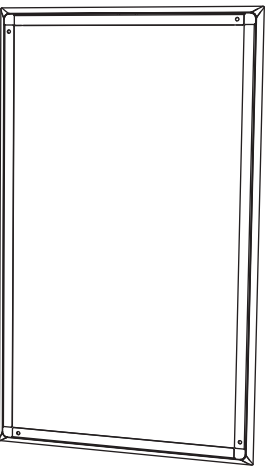

Fig. 3. Máscara de pintura instalada
2. Pressione a máscara de pintura na frente da moldura, onde será mantida no lugar por meio de ímãs. Esta máscara é deixada no lugar enquanto a parede e o contorno da moldura são pintados (Fig.3).